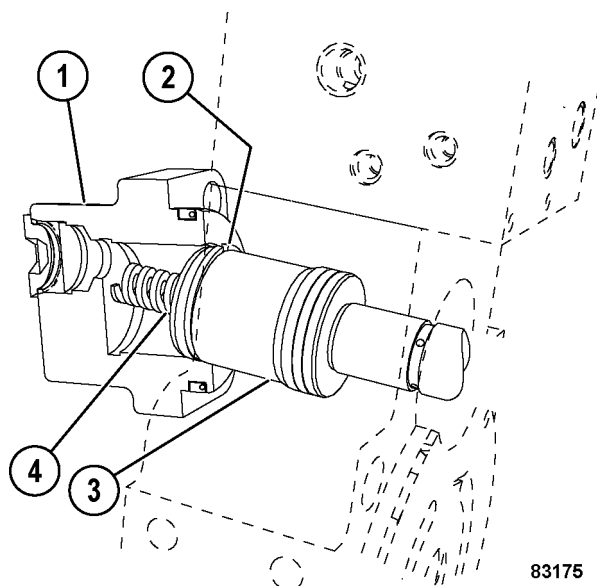

FIGURA 6-16. INSTALACIÓN DEL SELLO
7. Doble la vejiga y tírela de la carcasa del acumulador. Si gira levemente la vejiga al tirarla, será más fácil sacarla (Figura 6-16). Si la vejiga está resbalosa, sosténgala con un paño.